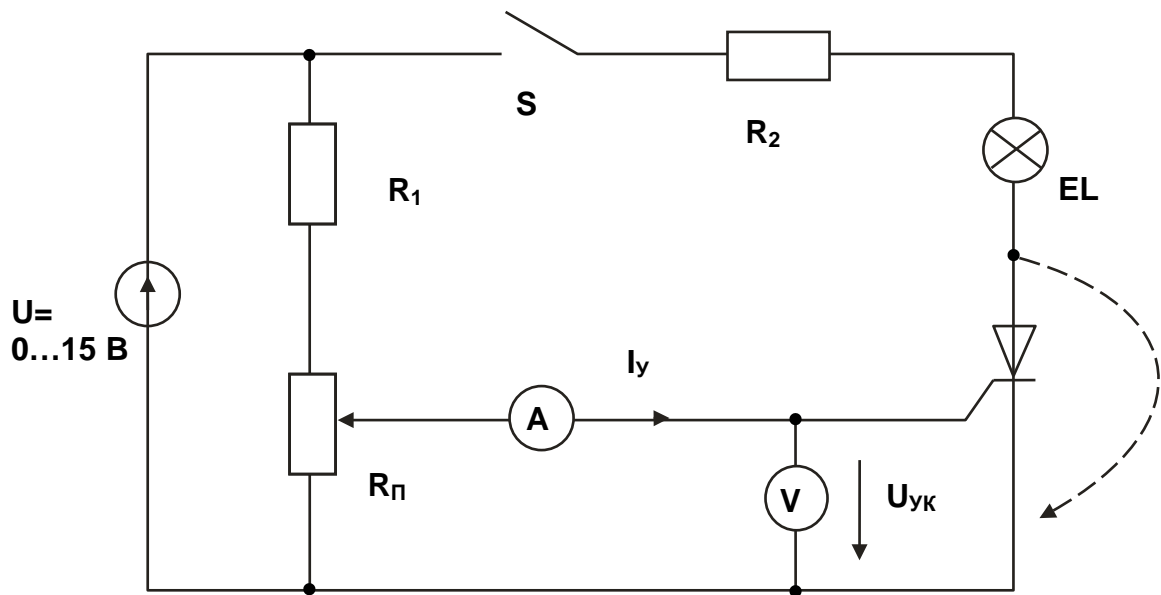

Рис. 6.2.2
- Соберите цепь, как показано на рис. 6.2.2, и подайте на нее максимальное напряжение 15 В, при напряжении управляющий электрод/катод $U_{ук} = 0$ В. Увеличивайте напряжение $U_{ук}$, и измеряйте соответствующие значения тока управления $I_{у}$ мультиметром. Занесите данные измерений в таблицу 6.2.1. Заметьте и запишите при каком напряжении $U_{ук}$ отпирается тиристор (загорается лампочка).
Вопрос 2: Что случится с отпертым тиристором при размыкании выключателя в цепи (рис. 6.2.2), если $U_{УК} > U_{отп}$? Если $U_{ЭК} < U_{отп}$?
Вопрос 3: Как поведет себя тиристор, если к цепи (рис. 6.2.2) вместо постоянного напряжения приложить синусоидальное напряжение при $U_{УК} > U_{отп}$? при $U_{УК} < U_{отп}$?
Вопрос 4: Что произойдет с отпертым тиристором при его кратковременном шунтировании перемычкой в цепи (рис. 6.2.2), если $U_{УК} > U_{отп}$? Если $U_{УК} < U_{отп}$?